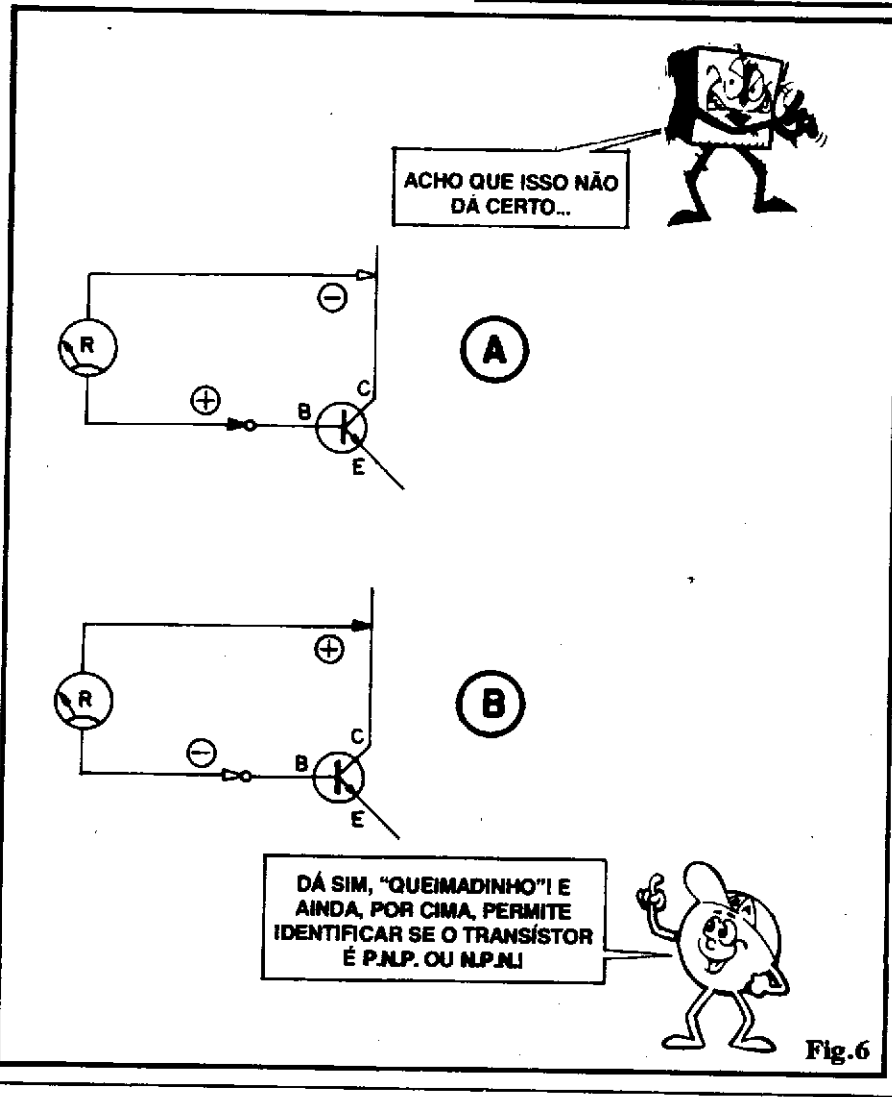

Fig. 6
- FIG. 6-A - Avaliando, agora, a junção **base/coletor**, aplicamos a ponta **positiva** à dita **base** e a **negativa** ao **coletor**. A Resistência medida, num transistor BOM, deve ser **baixa**. Se o valor de R for **alto** a junção estará "aberta" (o transistor já "dançou"...).
- FIG. 6-B - Aplicando-se a ponta **negativa** à **base** e a **positiva** ao **coletor**, um transistor NPN BOM deve mostrar R **alta**... Se R for **baixa**, a conexão **base/coletor** estará em "curto" (transistor inutilizado...).